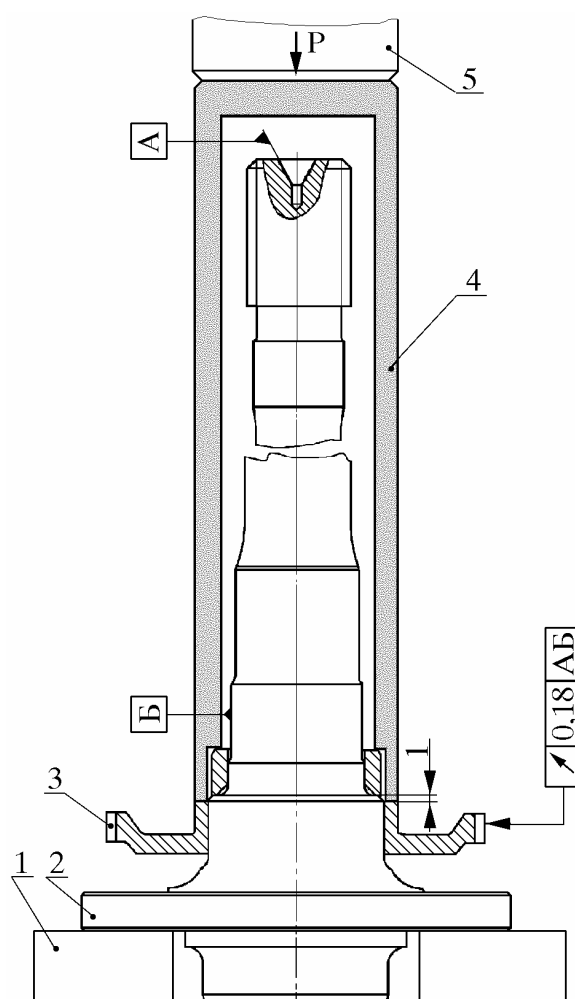

Рис. 21. Установка ротора датчика АБС на полуось:
**6.14. Установить ротор 3 датчика АБС** на полуось 2, надеть оправку 4 на полуось. Установить подсобранную полуось на приспособление 1 прессы 5, как показано на рис. 21. Напрессовать ротор датчика АБС на полуось, выдерживая размер 1 мм от торца шейки полуоси до торца ротора и радиальное биение 0,18 мм ротора относительно баз А и Б полуоси.